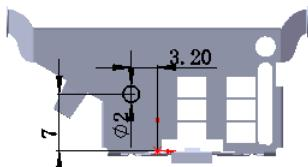
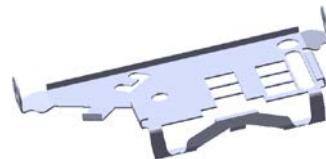

图 6.82 横断面草图
图 6.83 切除一拉伸 9
② 定义横断面草图。在草图环境中绘制图 6.82 所示的横断面草图。
(3) 定义切除深度属性。在“切除一拉伸”对话框的**方向1**区域中选中 **与厚度相等(L)** 复选框与 **正交切除(N)** 复选框。
(4) 单击 按钮，完成切除一拉伸 8 的创建。
Step30. 创建图 6.83 所示的切除一拉伸 9。